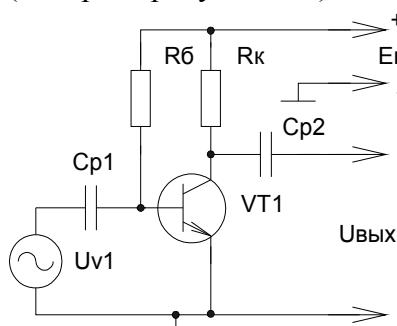

Рис. 221
1) Питание цепи базы транзистора по схеме с фиксированным током базы. В практических схемах включения с ОЭ и ОК источник питания базы E_b не применяется, а цепь базы питается от коллекторного напряжения E_c при помощи дополнительных элементов схемы. Наиболее простой является схема питания цепи базы с «фиксированным током базы» (смотрите рисунок 221).